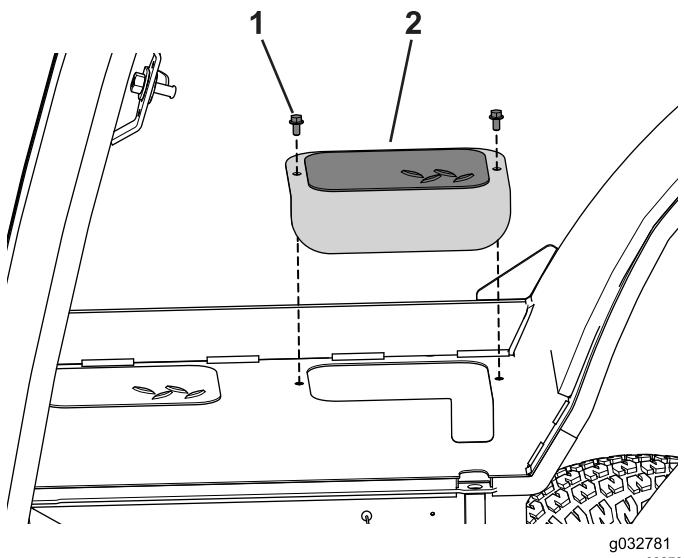

Figure 66
1. Retirez les 2 boulons qui fixent le couvercle d'accès de chaque côté de la machine et mettez-les de côté (Figure 66).
7. Déposez la barre de levage et reposez le couvercle d'accès que vous avez mis de côté auparavant (Figure 66).